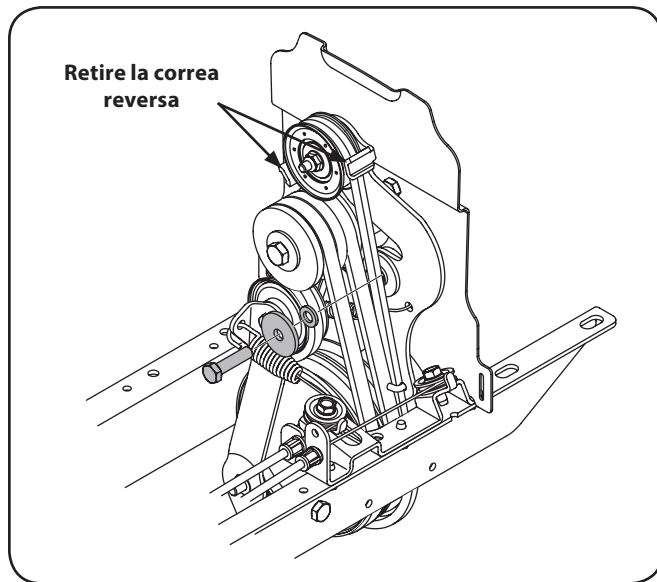

Figura 7-4
5. Retire la correa reversa de la polea loca por trabajar fuera de la polea y bajo los fijadores de las correas. Vea la Figura 7-4.